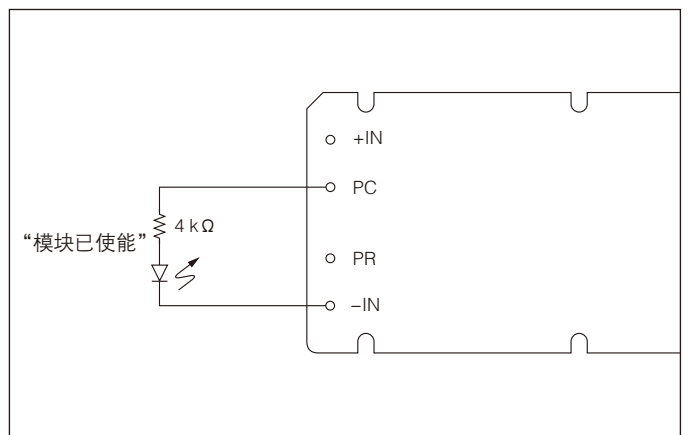
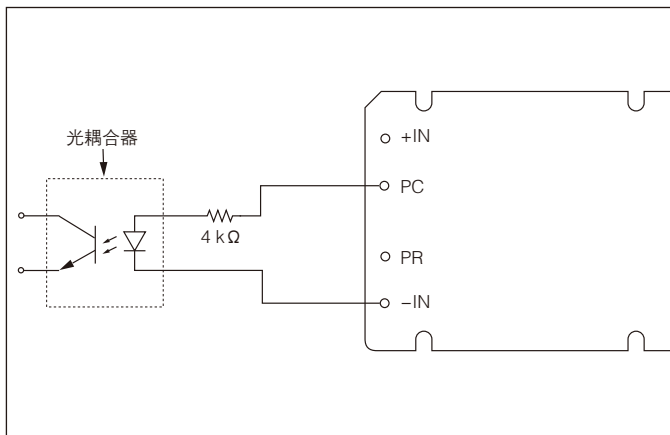

图 2-3 LED 导通指示器
图 2-5 — 隔离导通指示器
**初级辅助电源** 在 5.75 V 时, PC 可提供高达 1.5 mA 的电流。在图 2-3 所示的示例中, PC 向 LED 供电, 以表示模块使能。图 2-5 所示为另一个示范; 隔离导通指示器。